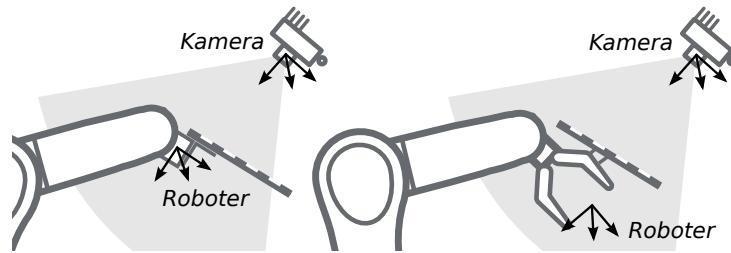

Abb. 6.26: Alternative Montageoptionen für die Befestigung des Kalibriermusters am Roboter
6.25 und Abb. 6.26 angegeben, angebracht werden.
Bemerkung: Für das Modul zur Hand-Auge-Kalibrierung spielt es keine Rolle, wie das Kalibriermuster in Bezug auf das benutzerdefinierte Roboter-Koordinatensystem genau angebracht und positioniert wird. Das bedeutet, dass die relative Positionierung des Kalibriermusters zu diesem Koordinatensystem weder bekannt sein muss, noch für die Kalibrierroutine relevant ist (siehe in Abb. 6.26).